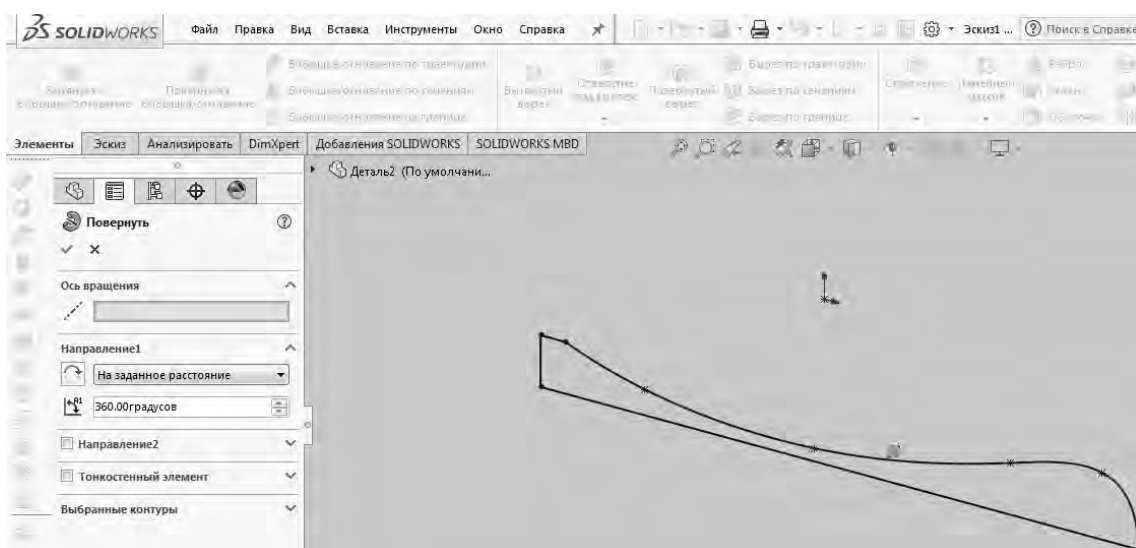

Рисунок 26 – Создание в опции «ЭСКИЗ» замкнутого контура под вращение и выбор одной из его прямолинейных частей в качестве оси вращения
- курсором мыши выбрать ось для вращения (рисунок 26);